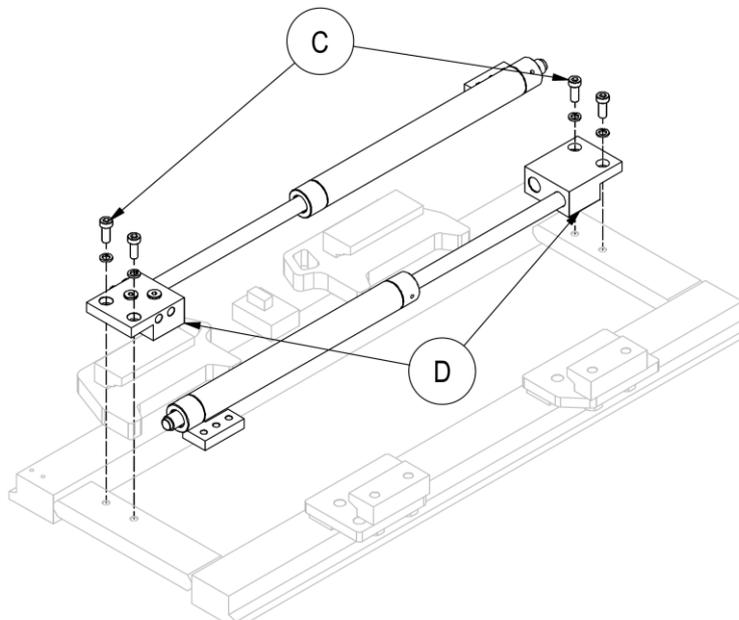

Figure 28
5. Dévisser les vis **C** et retirer les vérins de leurs sièges **D** (voir *Figure 28*).